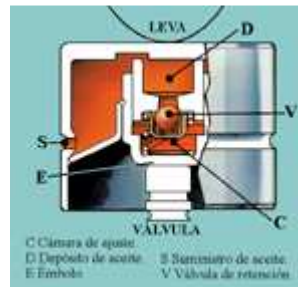

Fig. 17
**Taqués hidráulicos (fig. 17)**